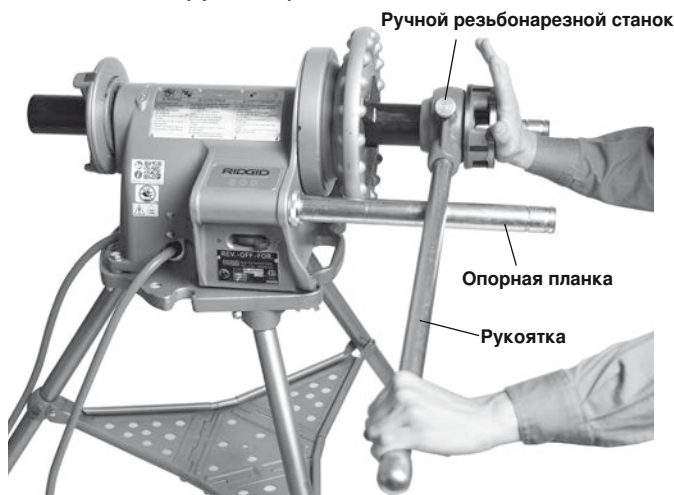

Рис. 17 — Нажатие ручного резьбонарезного станка на трубу для зацепления гребенок
Установите резьбонарезную головку на конец трубы, как показано на *рис. 17*. Опирайте рукоятку резьбонарезного станка на опорный стержень со стороны переключателя. Держите конец рукоятки резьбонарезного станка левой
2. Ладонью правой руки надавите на пластину крышки резьбонарезной головки, удерживая резьбонарезную головку на конце трубы (рис. 17). Нажмите на ножной выключатель. Не надевайте перчатки и украшения и не используйте тряпки для прижимания крышки – это повышает опасность затягивания в движущиеся детали и травмирования. Держите руки на расстоянии от вращающейся трубы. Как только гребенки войдут в зацепление, начнется нарезание резьбы, так как гребенки сами натягивают себя на торец трубы.